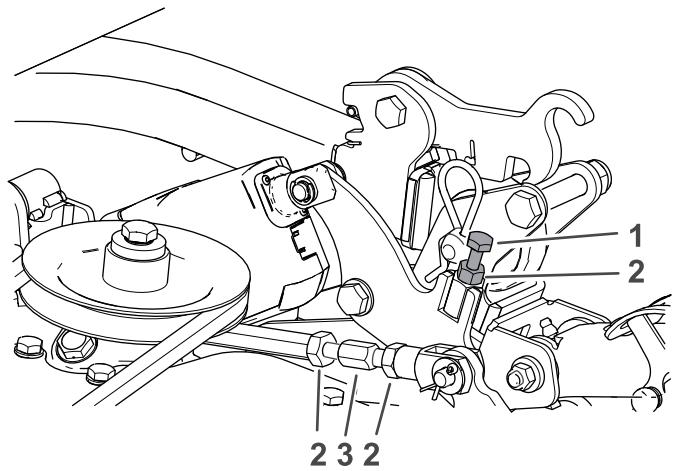
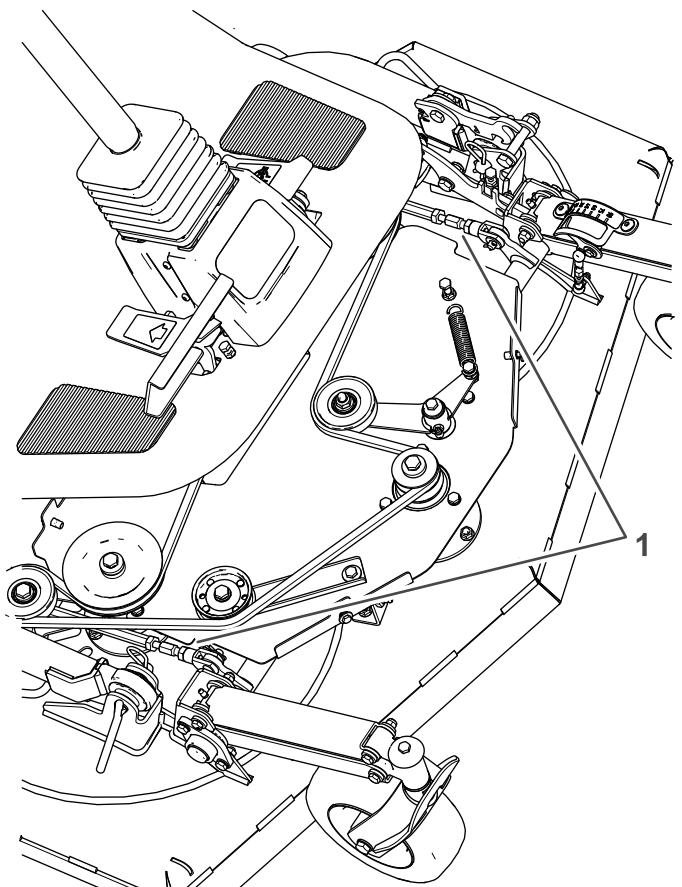

Figura 99
Figura 100
- B. Para elevar a parte frontal da máquina a 64 mm, desaperte a porca de retenção e ajuste o parafuso de ajuste; consulte a Figura 99.
- C. Para elevar a traseira da unidade de corte, desaperte as porcas de retenção das barras de ligação em ambos os lados da unidade de corte (Figura 99 e Figura 100).
6. Aperte as porcas de retenção das barras de ligação (Figura 99).